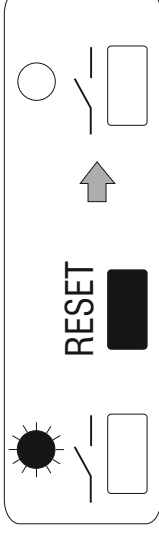

Fig. 5
- Presionar brevemente la **tecla** “**RESET**”; al soltarla el forzamiento temporal queda anulado (fig. 5).